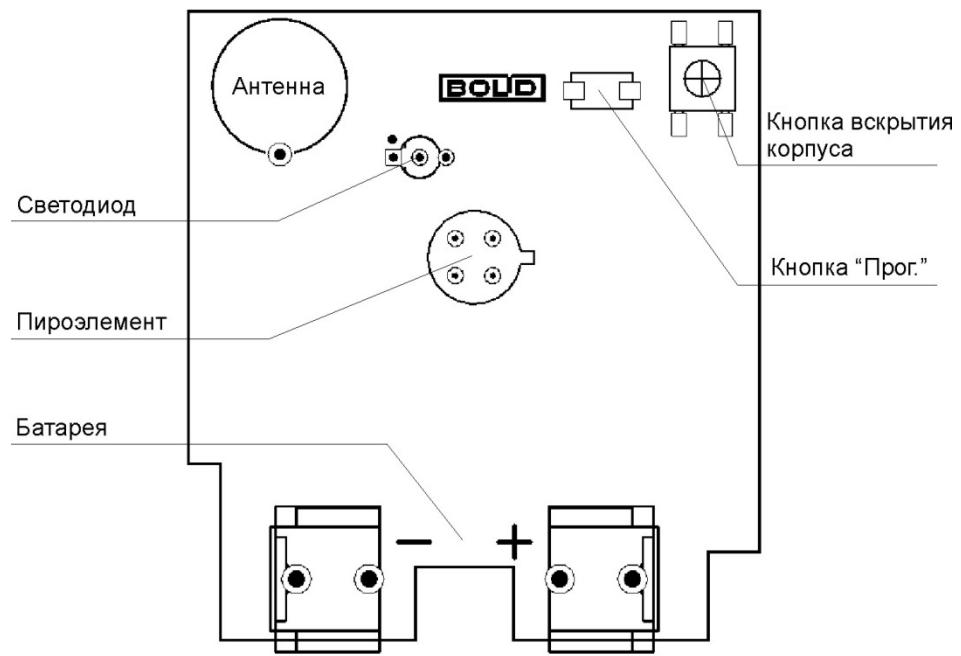

Рисунок 2.2 Расположение элементов на плате
На плате извещателя располагается элемент питания и органы управления прибором (см. Рисунок 2.2):
- Зажать кнопку «Прог.» на плате извещателя (см. Рисунок 2.2) на время более 3 секунд.
Тест качества связи запускается посредством короткого нажатия на кнопку «Прог.» на плате прибора (см. Рисунок 2.2). Запуск процедуры может занимать до 2 секунд, при этом прибор осуществляет анализ радиоэфира и регистрацию на оптимальном ПКП или ретрансляторе.